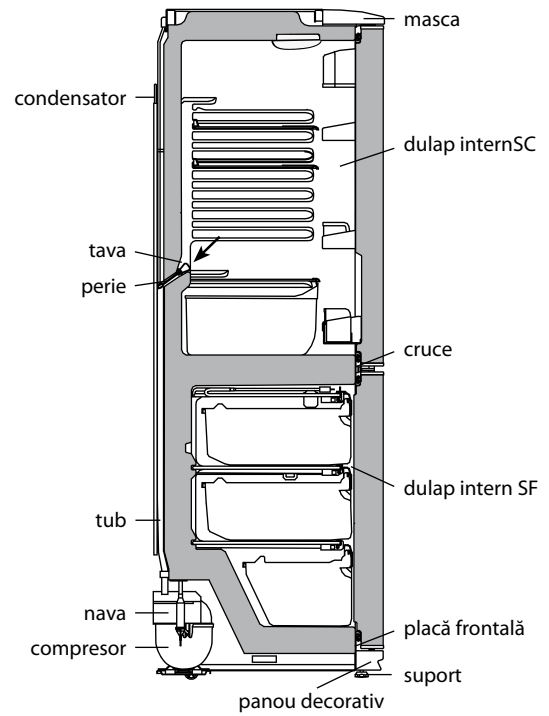

Figura 4 – Schema de eliminare a apei topite din SF
2.3.1 În SF se utilizează sistemul automat de dezghetare. Chucura, care apare pe pereții din spate a SF, se topește în ciclul de dezghetare la deconectarea compresorului și se transformă în picături de apă. Picăturile de apă topită se scurg în vas și prin gaură în tavă patrund în țevă navei pe compresor, în conformitate cu figura 4 unde și se evaporă. În gaura tavei este instalată o perie pentru a preveni înfundarea sistemului de evaporare.
Prezența apei în tavă indică la blocarea posibilă a scurgerii apei. Pentru a elimina contaminarea trebuie a curăța cu peria gaura în tavă, astfel că apa să se scurgă fără obstacole un vas, se spală peria și se instalează în conformitate cu figura 4.
ATENȚIE! Apa, care a apărut la partea de jos a SF poate trece în interiorul secției și poate provoca coroziunea dulapului în conformitate cu figura 4 și să conducă la esirea din funcție a frigiderului.